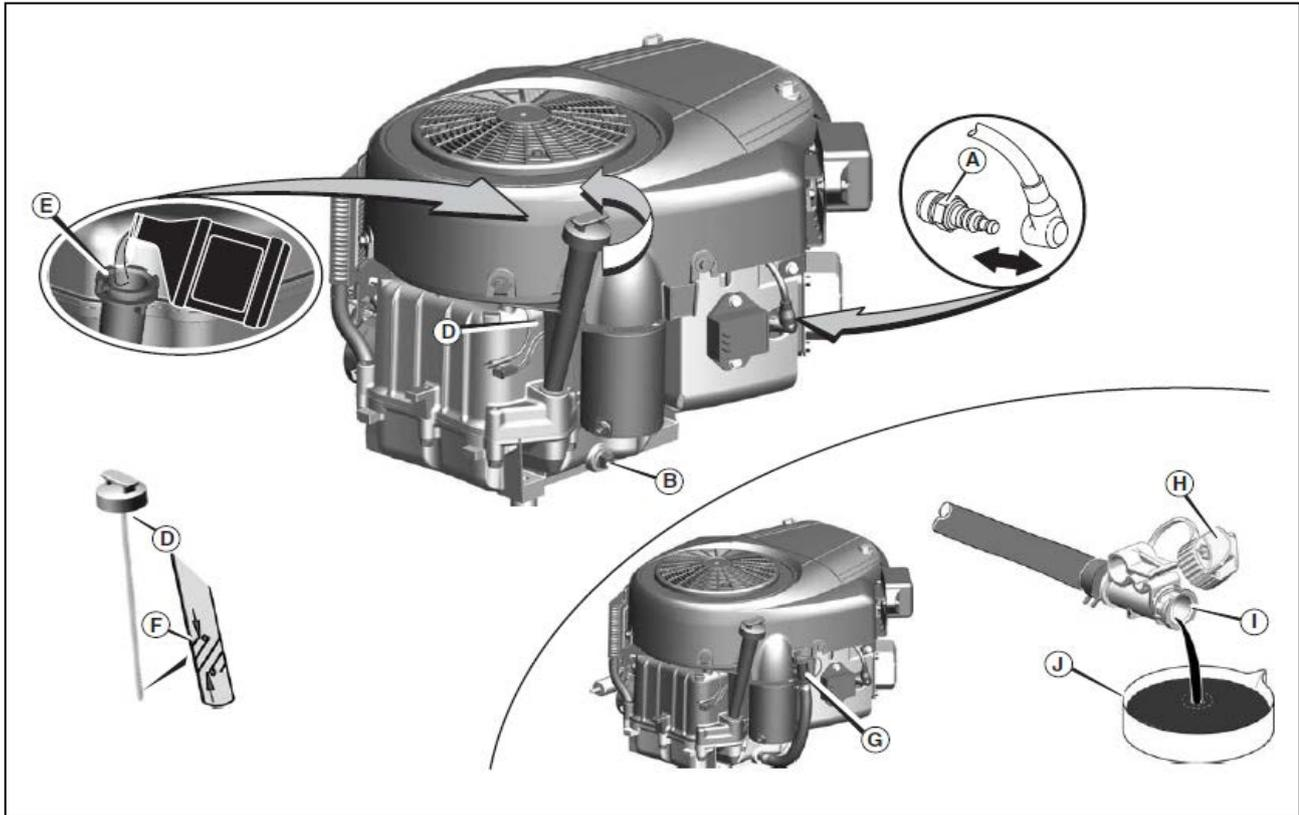

図 13
1. エンジンがまだ温まっている間に、スパークプラグワイヤ(図 13 の A)を引き抜き、スパークプラグから遠ざけます。
1. オイルゲージ(図13のD)を外してきれいな布でふき取ります。